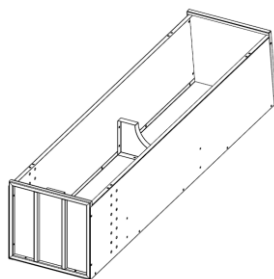

рис. 4
5.4. Прикрепить крышку (рис. 4).